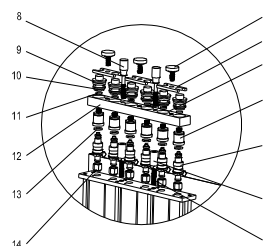

Рис. 07
- 4) Установить распределитель топлива и форсунку на подпорку топливного распределителя с помощью надлежащего регулировочного винта и рифленных гаек, а затем затянуть два рифленных болта (черные). См. Рис. 07.